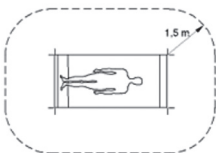

Рис. 5
Чтобы выключить настенное зарядное устройство CW1 (1), просто отключите блок питания (4) от сети. Настенное зарядное устройство CW1 (1) предназначено для установки и использования в медицинских учреждениях вне зоны нахождения пациента (не менее 1,5 м от пациента или опоры для пациента в соответствии с IEC 60601-1, см. рис. 5).